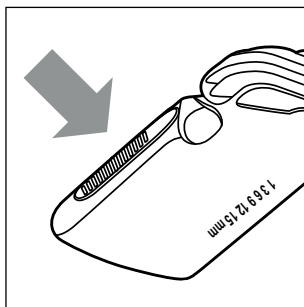

Fig. 5
- ▶ Appuyez sur le bouton lorsque vous faites glisser le sabot 10/11 vers le haut ou vers le bas (voir fig. 5). Le sabot 10/11 se détache et bouge ainsi plus facilement de l'encliquetage.
- ▶ Appuyez sur le dessus du bouton lorsque vous faites glisser le sabot **10/11** vers le haut ou vers le bas (voir fig. 5). Le sabot **10/11** se détache et bouge ainsi plus facilement de l'encliquetage.